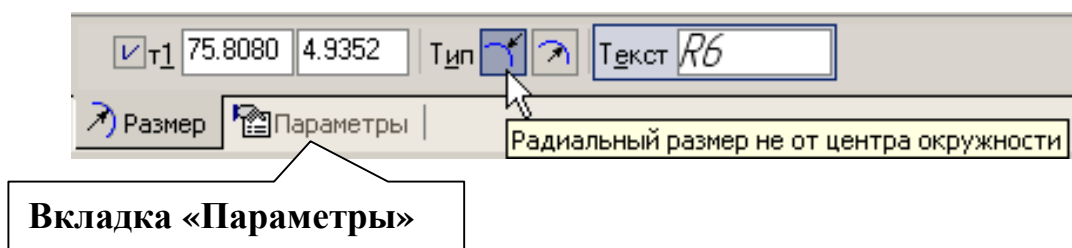

Рис. 48
- Проставьте размер радиуса  $R6$ . Для этого установите курсор на дуге, щелкните левой кнопкой мыши, выберите **Радиальный размер не от центра окружности**, активизируйте вкладку **Параметры**, рис. 48.